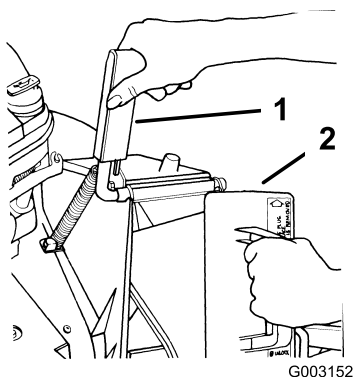

Figure 6
1. Ouvrez le volet d'éjection en tirant la poignée vers l'avant puis en la poussant en arrière (Figure 6). Maintenez la poignée en position d'ouverture pour empêcher le ressort de refermer le volet pendant l'insertion de l'obturateur.
2. L'obturateur étant légèrement plus large que l'ouverture de l'éjecteur, tournez-le légèrement dans le sens horaire lors de l'insertion (Figure 6).